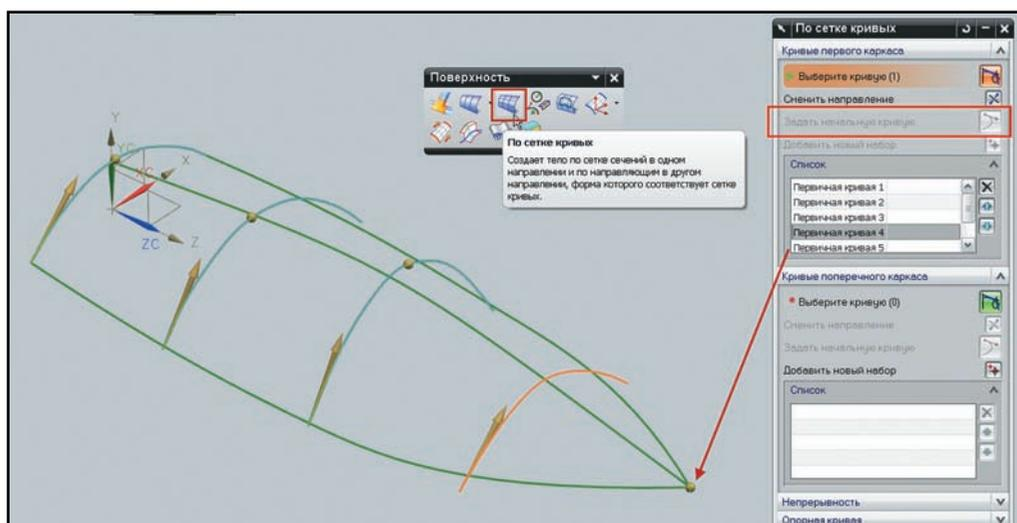

Рисунок 3.14 Построение поверхности по сетке кривых
- В качестве пятого набора укажите точку, в которой сходятся три зеленые линии. В данном случае точка является частным случаем кривой и одним из сечений для построения поверхности (рис. 3.14).